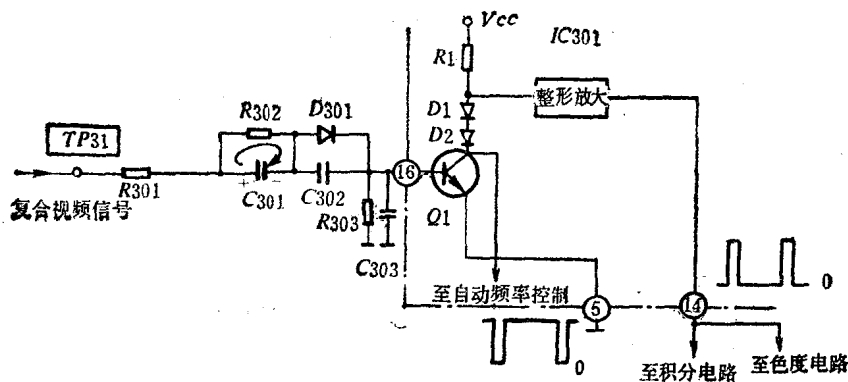

图 1-3-3 东芝 C-1831ZDW 彩色电视机同步分离电路
集成电路彩色电视机的同步分离电路一般都为扫描集成块的第一级。图 1-3-3 为东芝 C-1831ZDW 彩色电视机的同步分离电路，其中 Q_1 为集成块 D7609P 内的幅度分离管。\$R_{301}\$、\$C_{301}\$、\$R_{302}\$、\$D_{301}\$、\$C_{302}\$、\$R_{303}\$ 为幅度分离外围元器件。当同步头朝上的负极性视频全电视信号到来时，\$D_{301}\$ 和 Q_1 均导通，\$C_{301}\$ 被充电。由于充电时间常数很小，\$C_{301}\$ 上充上左“+”右“-”的电压，其幅度接近于同步脉冲幅值。同步头过后，\$C_{301}\$ 经 \$R_{302}\$ 放电。因放电时间常数很大，所以在扫描正程期间 \$C_{301}\$ 上电压下降很小。故 \$C_{301}\$ 在同步信号作用下，始终保持着左“+”右“-”的电压。D7609P ⑩脚无同步信号时电压为 $-0.3V$ ，有同步信号时为 $-0.75V$ 。因此，可以根据同步分离电路在有无同步信号时，直流电压的变化来判断故障的范围。譬如，静态电压失常，可能是集成块内元件损坏或电源供电不当；若静态偏置正常，而动态无变化，则还需考虑信号是否送入电路。